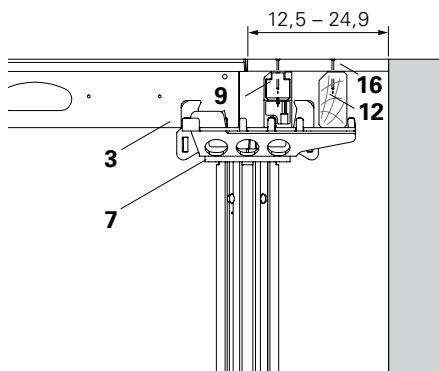

Fig. A5.37
1. Posicionar o cabeçal de borde SCK (7) com a consola na direcção do fecho.
2. Instalar o painel (3).
3. Instalar a viga de extremidade SRT-2 (9) ou compensação em madeira SPH (12) no cabeçal de borde.
4. Instalar o forro (16) e fixar com pregos. (Fig. A5.37)